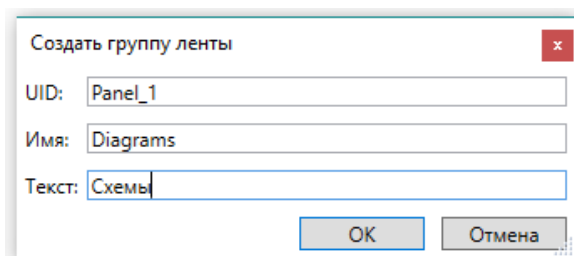

Рис. 15. Диалоговое окно создания группы ленты
2. В диалоге Создать группу ленты (рисунок 15) заполнить поля.